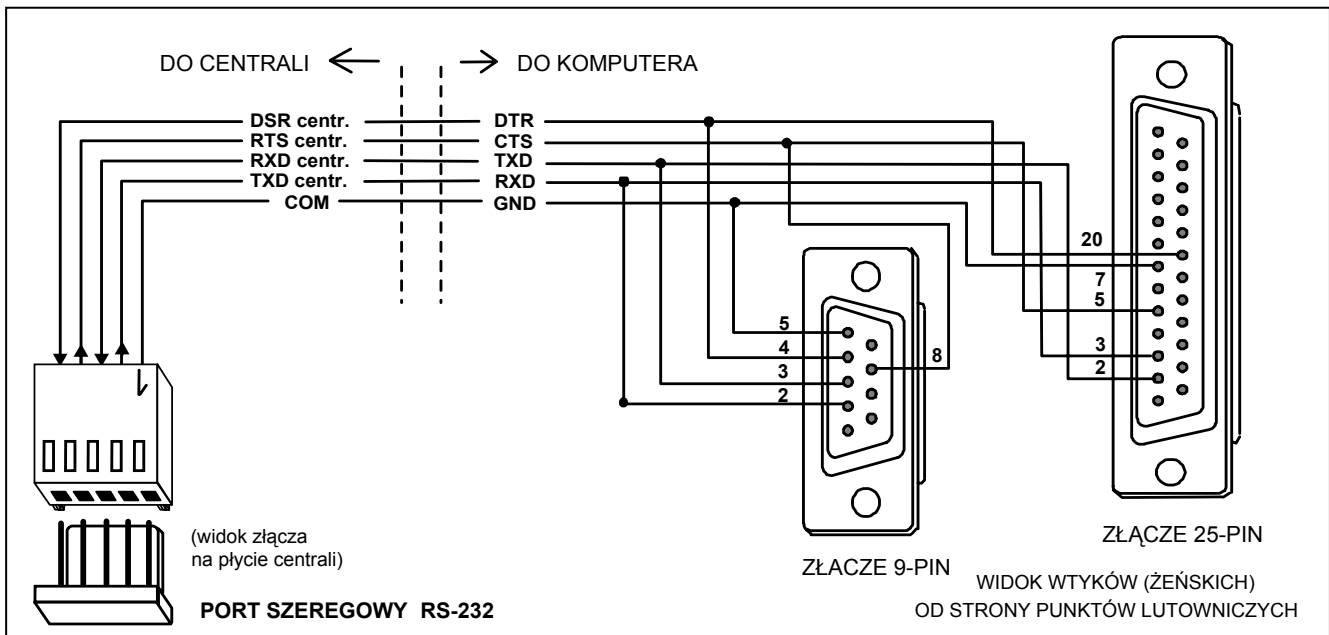

Figure 14. Principe de raccordement de l'ordinateur au port RS-232 de la centrale.
2. Raccorder le câble aux ports RS-232 de centrale et d'ordinateur (fig.14).